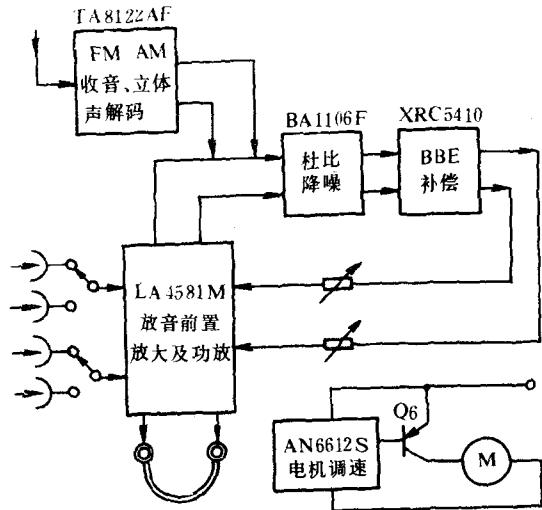
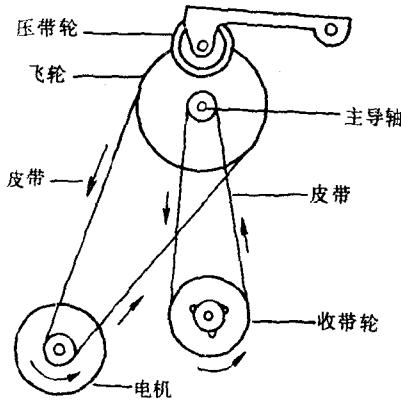

图 6
图 7
日本爱华公司生产的微型收录机，其品种繁多，档次齐全，具备各种功能，在我国深受用户欢迎，市场销量较大。其基本电路原理框图如图 6(HS-T40 型)所示。它是爱华系列机型的典型电路，并可参考 HS-T40/T40A 原理图。
袖珍音响一般采用微型机芯，比一般音响使用的机芯精巧，结构紧密。机械性故障主要是由走带机构不良所致。以低档单放机机芯为例，通常采用三键式控制走带机构，如图 6 所示。即一个主键放音，另有两个键分别是快进和停止或出盒键。
放音时，按下放音键，控制机芯开关，接通电源，启动片机带动皮带驱动飞轮转动，同时压带轮将磁带压靠到主导轴上，由主导轴与压带轮的滚动摩擦，牵引磁带匀速运行，由磁头紧贴磁带上拾取信号。与此同时，主导轴通过另一条传动皮带，带动收带轮转动，使磁带收卷。收带轮的轮盘与收带轴之间有“打滑”机构，靠它们之间的滑动摩擦力形成的收带力矩可以使磁带卷紧。也有部分机型机芯卷带机构不采用传动皮带带动，而采用齿轮啮合，克服了皮带传动力矩不稳的缺点，如图 7 所示。
①电源没有接通,检查供电回路,电池是否耗尽,外接小整流器是否供电正常,电池含正负极弹簧片是否接触可靠,外供电接插孔是否接触良好,机芯控制开关是否接通。
②电机不转,检查电压是否加上,电机本身是否有死点,力矩不点头,启动不了。
③走带机构,如图 6、图 7 组件失常。常见传动皮带松脱、断裂、变形伸长、磨损无弹性、表面粘油,传动力矩严重不足,阻尼大,启动不了。放音键按下不到位,或滑片变形,不能控制机芯开关,接通电机电源。